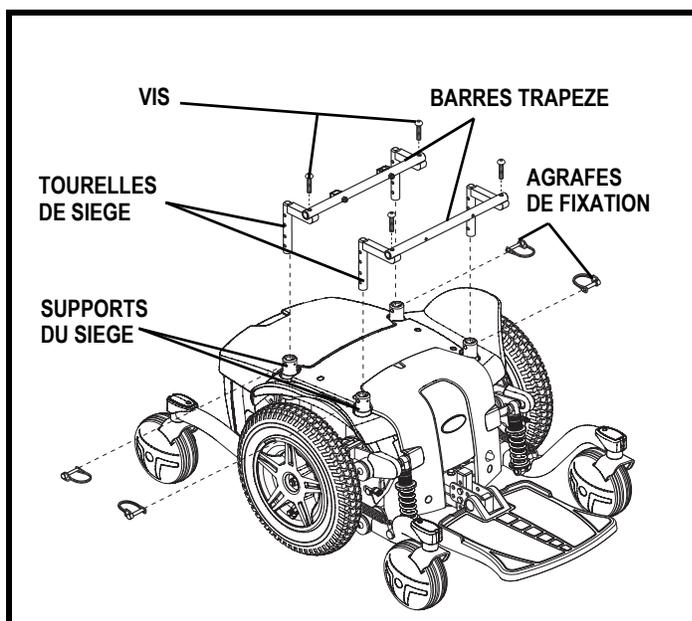

Figure 14. Réglage du siège – Barres trapèzes
6. Desserrez les vis de fixation sur les tourelles de siège. **Voir la figure 14.**
7. Desserrez les vis qui retiennent la barre trapèze aux tourelles de siège. **Voir la figure 14.**
8. Retirez les agrafes de fixation des tourelles sur la base motorisée. **Voir la figure 14.**
13. Resserrez les vis de réglage sur chaque tourelle de siège. **Voir la figure 14.**